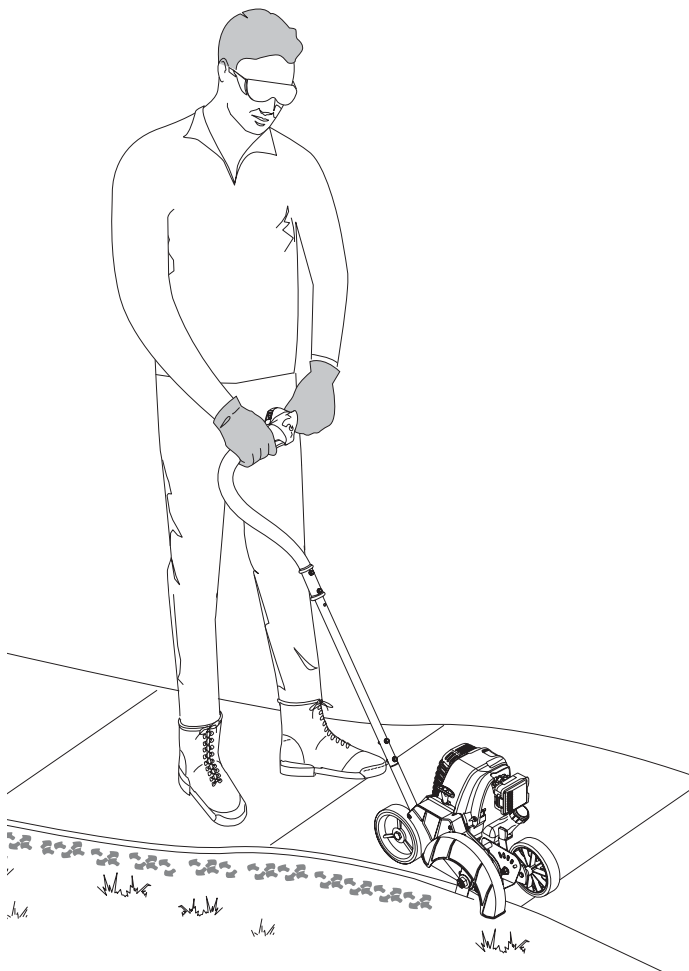
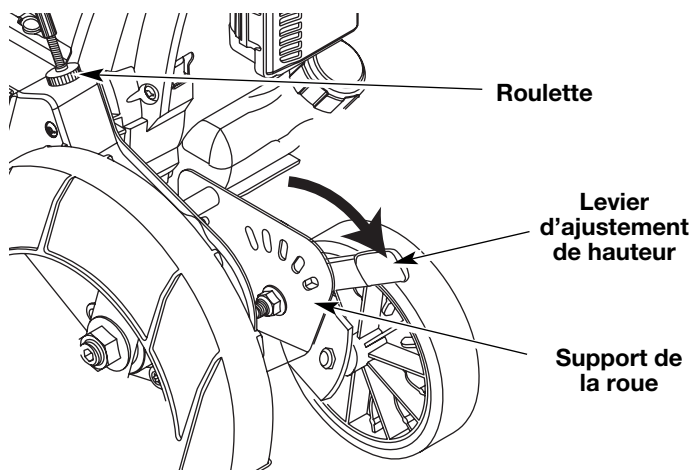

Fig. 12
Fig. 13
**AVERTISSEMENT :** éviter le démarrage accidentel. Se tenir en position de démarrage pour lancer le moteur (Fig. 12). Lors du démarrage, l'opérateur et l'outil doivent être en position d'équilibre afin d'éviter le risque de blessures graves.
Avant de démarrer l'appareil, placez-vous en position de démarrage (Fig. 12). Vérifier que les consignes suivantes ont été respectées :
- La roue du coupe-bordures est ajustée pour une bonne hauteur de coupe, tel que le montre la Figure 13, et le coupe-bordures est positionné comme sur la Figure 12.
1. Saisir le levier d'ajustement de hauteur situé sur le côté de la roue avant (Fig. 13).
2. Pour surélever la lame de coupe, pousser le levier vers l'avant du support de la roue. (Fig. 13). Le fait d'abaisser la roue réduit la hauteur de coupe.
1. Localisez la roulette située au dessus du logement de la courroie (Fig. 13).